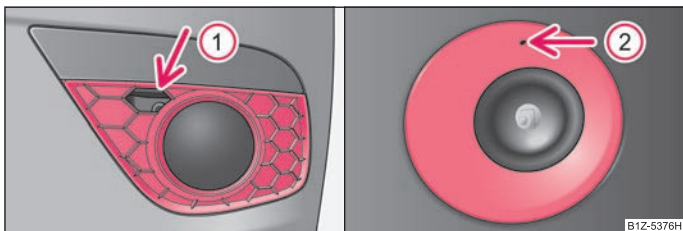

Fig. 195 Bara de protecție față: Octavia RS / Octavia Scout
- Introduceți un deget în deschizătura (1) ⇒ fig. 195 și scoateți capacul.